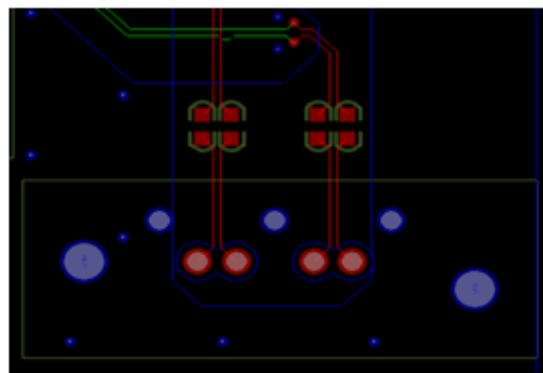

图 2.29 耦合电容布局参考
- 如图 2.29 所示，SATA 信号 10nF 耦合电容尽量靠近 SATA 座并对称放置。